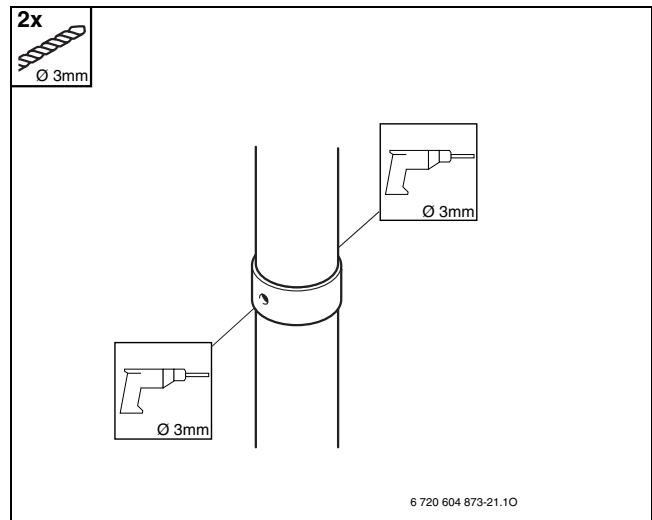

Рис. 31
►Просвердліть два отвори $\varnothing 3$ мм в трубі подачі свіжого повітря. Максимальна глибина свердлення становить 8 мм. Це важливо для того, щоб не пошкодити трубу (Рис. 31).